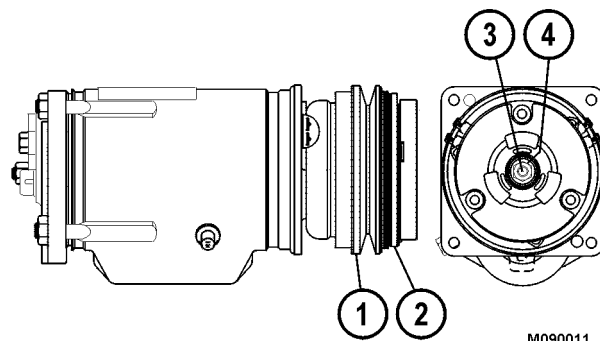

FIGURA 4-17.
2. Desmonte la correa de transmisión de la polea de la correa del compresor (1, Figura 4-17).
5. Instale tuercas de seguridad (4, Figura 4-17) y apriete la tuerca hasta que quede totalmente ajustada. El espacio debería medir $1,02 \pm 0,043$ mm ($0,040 \pm 0,017$ in). Si no está dentro del rango de la especificación, revise si la llave cuadrada está instalada correctamente.